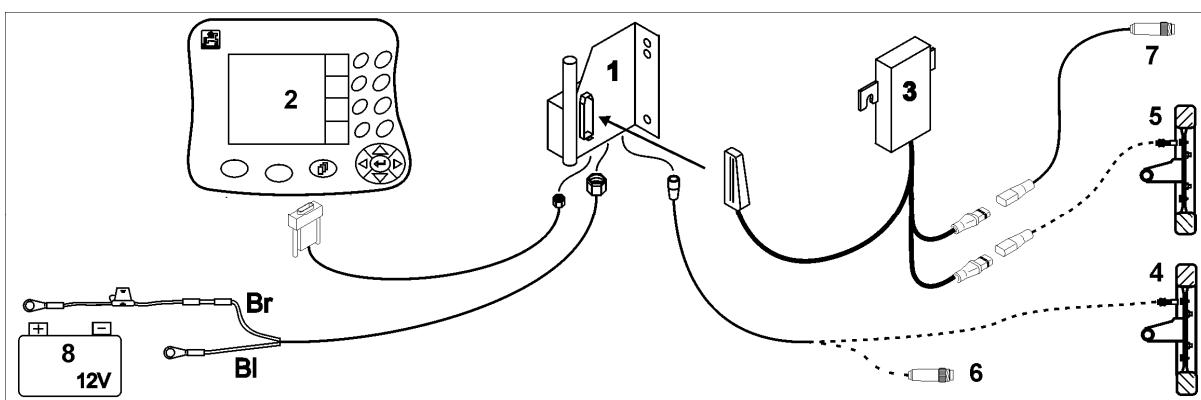

Fig. 1
- **Traktorgrundausrüstung (Fig. 1/1):**
- **Bedienterminal AMATRON+ (Fig. 1/2):**
- **Maschinenrechner (Fig. 1/3):**
- **Radsensor (Fig. 1/4 oder 5)**
- **Signalkabel für Traktor-Signalsteckdose (Fig. 1/6):**
- **Arbeitsstellungssensor (Fig. 1/7):**
- **Batterieanschluss (Fig. 1/8):**